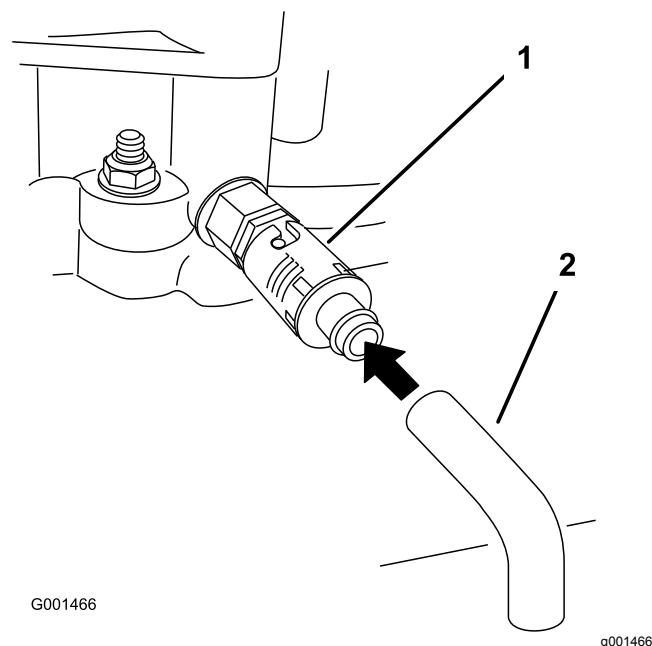

Рисунок 23
- Поместите поддон под сливной шланг. Поверните маслосливной клапан, чтобы дать маслу стечь (Рисунок 23).
- Снимите сливной шланг (Рисунок 23).